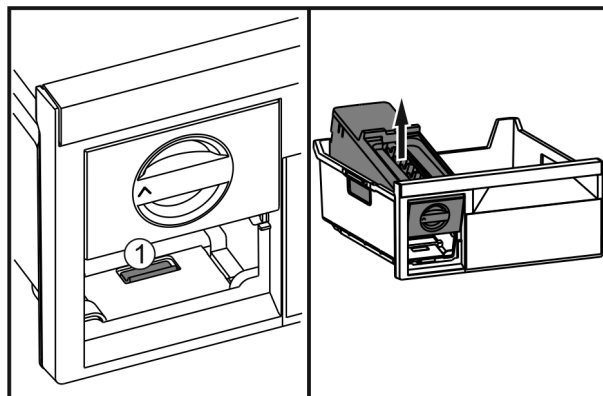

Fig. 30
- ▶ Lasche Fig. 30 (1) drücken, EasyTwist-Ice von hinten anheben und aus dem Gefrierschubfach herausnehmen.